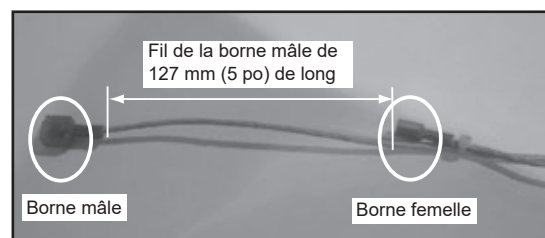

Figure 22.3
6. En utilisant les petites attaches fournies, rattachez ce fil aux mêmes endroits qu'avant. Laissez la cosse mâle plus longue 127 mm (5 po) que la cosse femelle qui est déjà attachée au harnais (**Figure 22.3**).